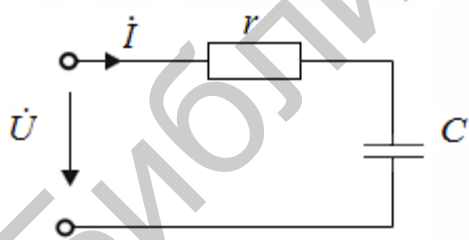

Рис. 176
2. Определить ток в цепи и падение напряжений на элементах схемы (рис. 176), если $U = 240$ В; $\psi_U = 0$; $r = 60$ Ом; $C = 40$ мкФ; $f = 50$ Гц.